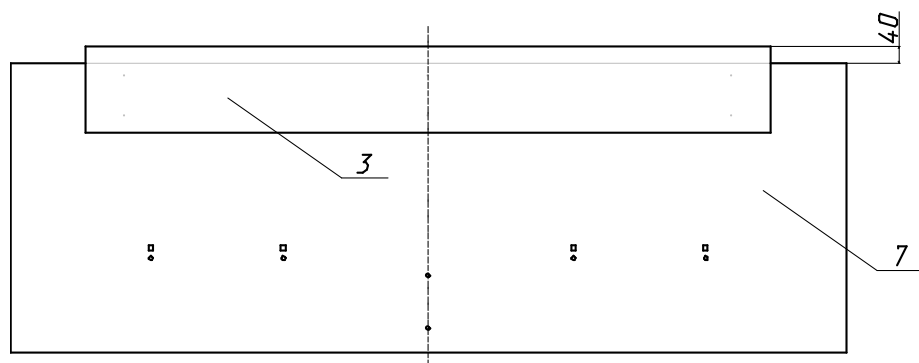

Рис.4 Схема установки мягкой части
15. Прикрепить деталь 3 к детали 7 саморезами (К) (см. рис. 4).